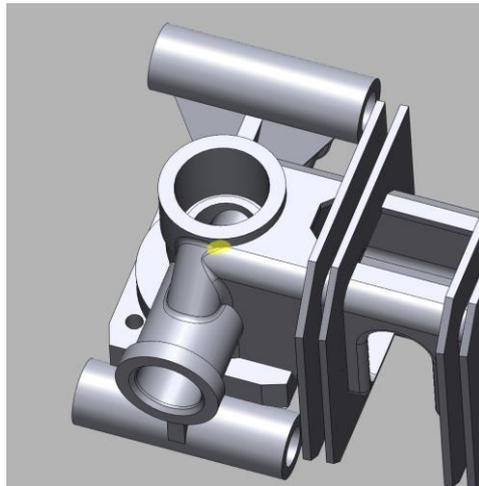

Рисунок 11.23 – Коллизия
3. Коллизии. Коллизия – это дефект одного элемента детали, которых возник из-за выдавливания другого. Посмотрим на примере (рисунок 11.23):